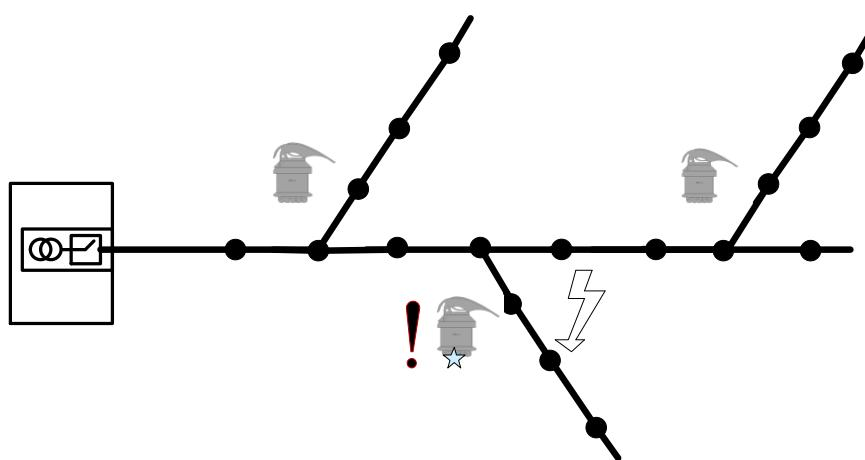

Рисунок 12 – Установка комплектов на линии с коротким стволов
- на линии с коротким стволов и длинными ответвлениями комплекты устанавливаются на ответвлениях вблизи мест разветвления, на ближайших к месту разветвления промежуточных опорах (Рисунок 12);